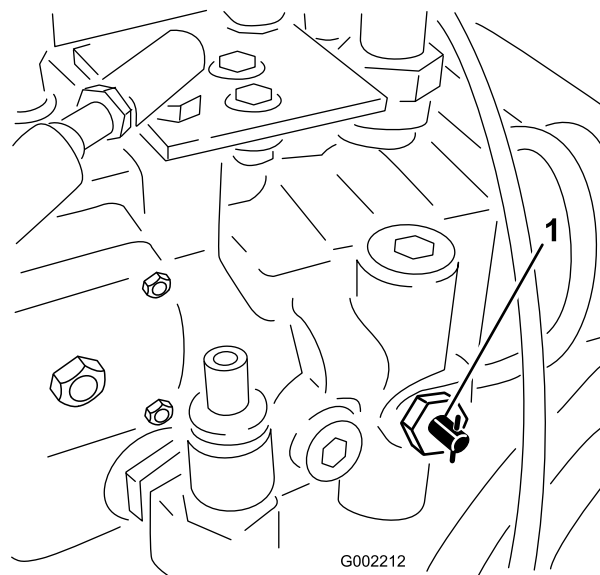

Figura 53
1. Rode a válvula de reboque (Figura 53) 90° em qualquer um dos sentidos para abri-la.